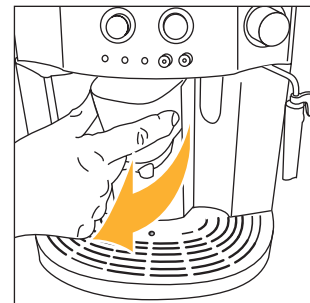
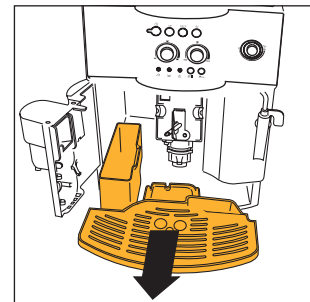

Abb. 15
Abb. 16
HINWEIS 7: Die Kaffeemaschine zählt die Anzahl der ausgegebenen Kaffees. Alle 14 einzeln (oder 7 paarweise) zubereitete Kaffees, leuchtet die Kontrollanzeige  konstant auf (siehe Kap. 12 Punkt 3), um anzuzeigen, dass der Kaffeesatzbehälter voll ist und entleert sowie gereinigt werden muss. Solange der Kaffeesatzbehälter nicht gereinigt wird, bleibt die Kontrollanzeige eingeschaltet, und es kann kein Kaffee zubereitet werden. Zur Reinigung, die Serviceklappe durch Ziehen des Kaffeeauslaufs auf der Vorderseite öffnen (Abb. 15); daraufhin schaltet sich die blinkende Kontrollanzeige  ein (siehe Abschn. 12 Punkt 9); dann die Abtropfschale entnehmen (Abb. 16), entleeren und reinigen. Entleeren und reinigen Sie sorgfältig den Kaffeesatzbehälter, wobei darauf zu achten ist, dass alle sich auf dem Boden abgelagerten Rückstände beseitigt werden. Trocknen Sie zudem die eventuell in der Maschine unter der Abtropfschale sich angesammelten Kondenswassertropfen ab. **WICHTIG: Jedes Mal, wenn Sie die Abtropfschale herausziehen, MUSS auch der Kaffeesatzbehälter geleert werden, selbst wenn dieser nicht ganz voll ist. Wird dieser Vorgang nicht ausgeführt, kann es bei den darauf folgenden Kaffeezubereitungen passieren, dass sich der Kaffeesatzbehälter zu sehr füllt und der übermäßige Kaffeesatz die Kaffeemaschine verstopft.**
- Die Serviceklappe öffnen (Abb. 15);
- Die Abtropfschale und den Kaffeesatzbehälter entnehmen (Abb. 16) und reinigen;